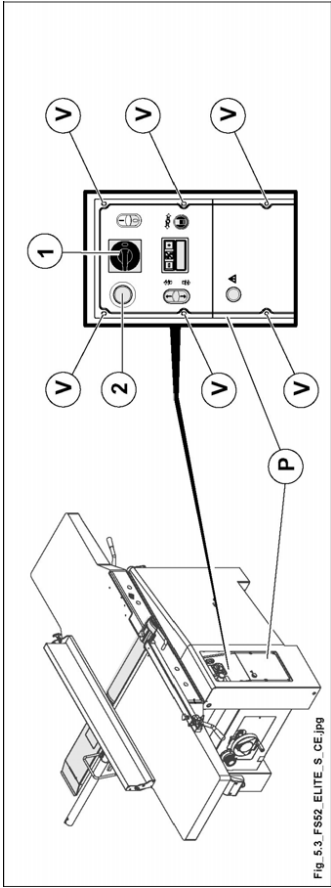

Abb. 5.3
- Notastaste (2 Abb. 5.3) an der Bedientafel.
- haupt schalter (1 Abb. 5.3) auf 0 (OFF) drehen und abschliessen, dann dies durch Warnschild bekanntgeben;
- zum Öffnen der Platte (P Abb. 5.3) die Schrauben (V Abb. 5.3) ausdrehen.
- platte schliessen (P Abb. 5.3).